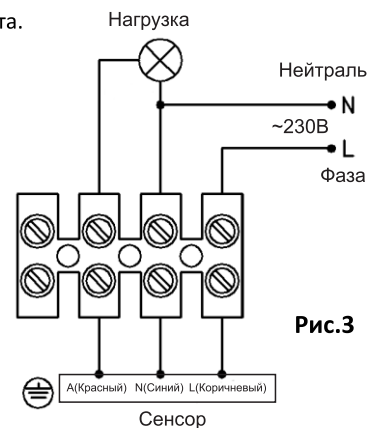

Рис.3
5. Подключите сетевые провода и нагрузку к клеммным зажимам в соответствии со схемой (см. рис.3).